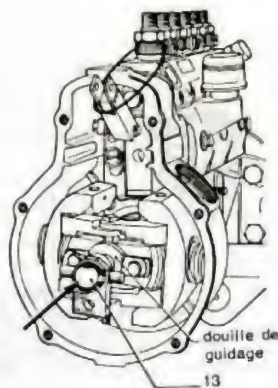

Fig. 18.
- Appuyer sur l'axe mobile en tournant simultanément l'arbre à cames afin de vérifier que le mouvement de retour des masses et des leviers s'effectue librement (fig. 18).